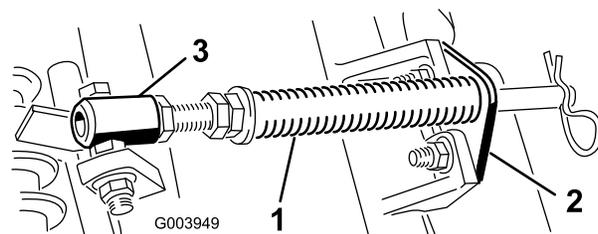

図 5
- A. カッティングユニットのタブにロッドブラケットを固定しているキャリッジボルト2本を外す 図 5。
- B. スプリングチューブのボルトをキャリアフレームのタブに固定しているフランジナット 図 5を外す。アセンブリを取り外す。